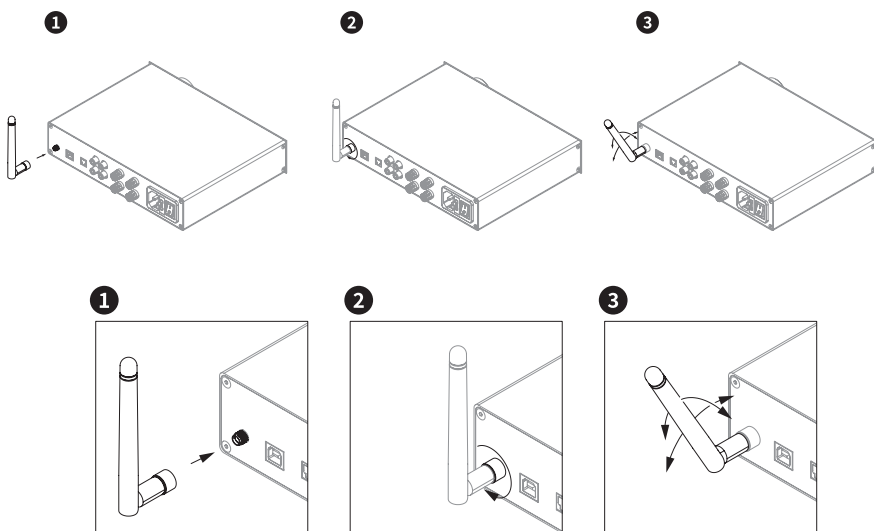

Figura 6. HA200 BT: instalación de la antena BT.
- 1 Conecte la conexión negativa (-) del altavoz de alta fidelidad a la conexión negativa (-) de una salida del amplificador (Speaker Out) del HA200 BT (la figura 6 muestra la salida derecha como ejemplo).